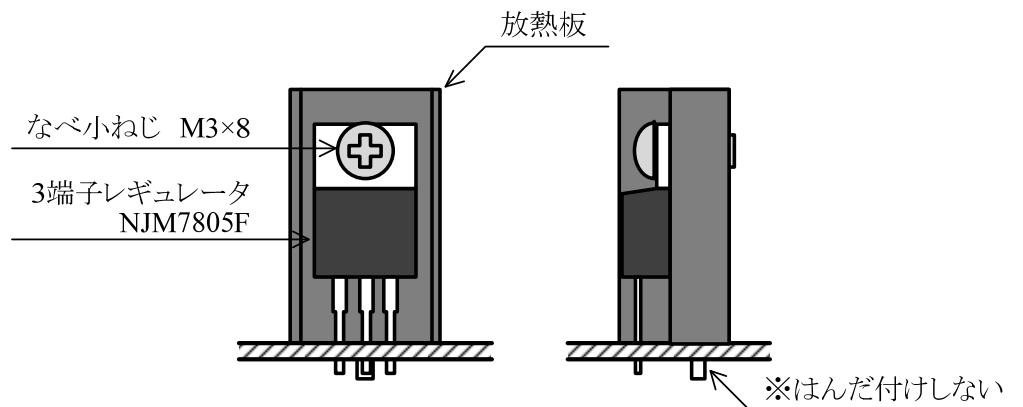

図 4.3 3 端子レギュレータと放熱板の取付け状態
(3) 3 端子レギュレータの取付け
- イ) 5V 出力 3 端子レギュレータ IC101 は、図 4.3 のように放熱板 H101 にねじ止めする。放熱板は基板から浮かないように取付け、放熱板のピンは、はんだ付けをしない。
- ①VR101 を調整し、LCD101 のコントラストを調整する。
- ②イヤホンまたはスピーカーから、音が出力されることを確認する^{※2}。
- ③SW103 または SW104 を押すごとに、TP102 または TP103 に出力される信号の周波数、イヤホンから出力される音の高さ、および LCD101 の周波数表示が変化することを確認する。
- ④SW105 または SW106 を押すごとに、TP102 または TP103 に出力される信号の振幅、イヤホンから出力される音の大きさ、および LCD101 の音量表示が変化することを確認する。
- ⑤3 つの周波数 $f_a \sim f_c$ に対応する LED バー (LED101～LED103) が、図 4.3 に示す最大レベルを表示するように VR201～VR203 を調整する。
- ⑥周波数 f_d の信号を出力し、図 4.3 のように LED104 が点灯することを確認する^{※3}。
- ⑦上記⑤、⑥において、LED バーの LED がすべて点灯しない場合は、ボリュームをあげて (SW6 を押して)、点灯することを確認する。
- ⑧調整チェックシート (別添) に、周波数 $f_a \sim f_d$ におけるレベルメータの点灯 LED の位置をマークする。
- (5) 電子機器「MP3 プレーヤー」の動作確認